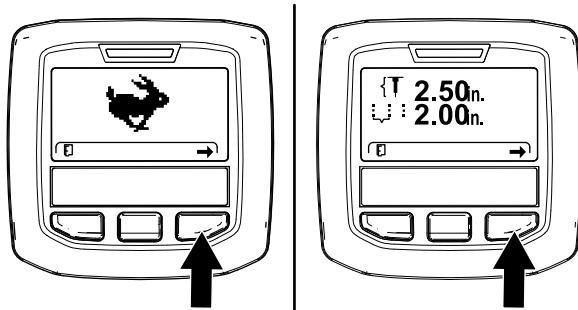
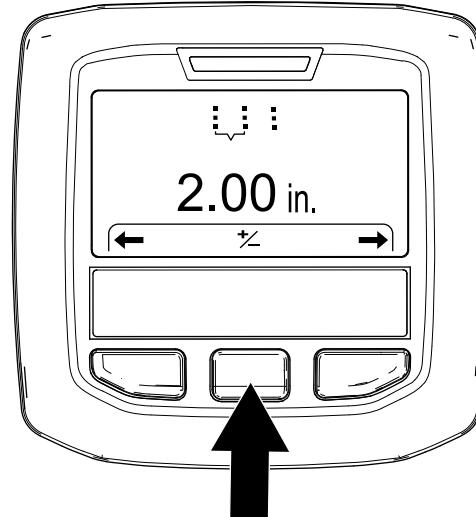

Figura 54
Figura 55
- Pulse el botón derecho del InfoCenter hasta que se muestre la pantalla Setting the Hole Spacing (Ajuste del espaciado de las perforaciones) (Figura 54 y Figura 55).